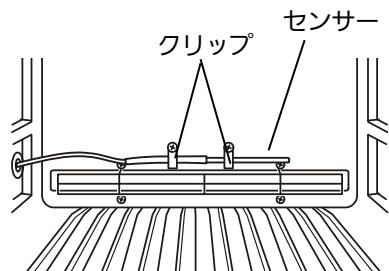

図7
6. 記録計取付金具(MPR-S7)に同梱されているクリップを用いて、保冷庫用の自記温度記録計のセンサーを保冷庫奥側の取付孔に固定してください【図7】。